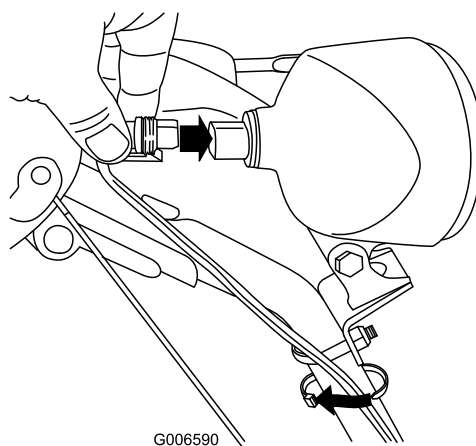

Figure 66
6. Branchez le connecteur du fil directement à l'arrière du phare en l'enfonçant bien en place (Figure 66).